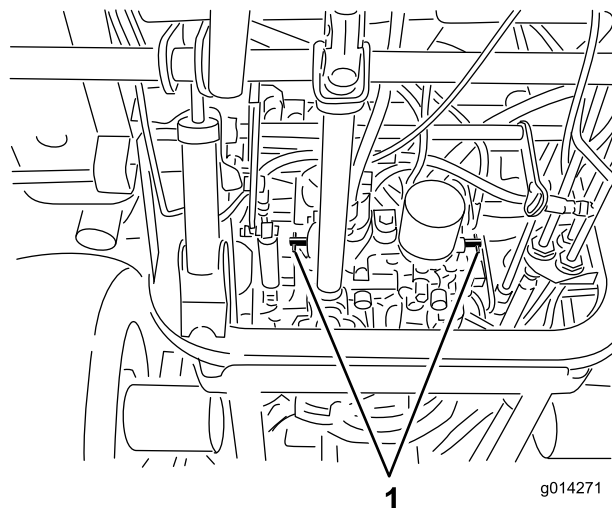

Figure 19
4. Tournez chaque vanne de dérivation d'un tour dans le sens anti-horaire (Figure 19).
Tournez chaque vanne de dérivation d'un tour dans le sens horaire et serrez-les à la main (couple de serrage de 8 Nm (71 po-lb) approx.) (Figure 19).